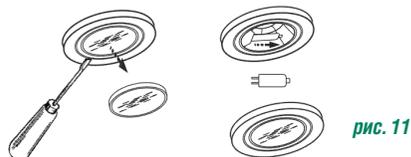

рис. 11
8.5 Замену электрической галогенной лампы производите в следующей последовательности (рис. 11):